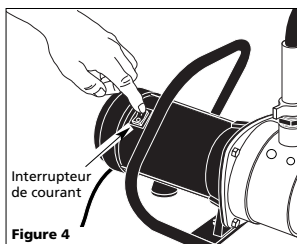

Figure 4
- Placer l'interrupteur de la pompe à la position 'On' (marche) (voir figure 4). Si la pompe ne pompe pas d'eau en 10 minutes, fermer la pompe et remplir d'eau propre. Si la pompe ne fonctionne pas après plusieurs essais, vérifier ce qui suit :